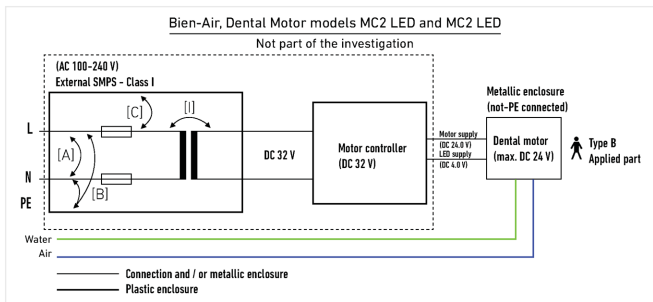

FIG. 1
Bezpieczeństwo elektryczne można stwierdzić tylko wtedy, gdy wyrób jest używany zgodnie z powyższym schematem izolacji. **RYS. 1.**
- Przy zastosowaniu zgodnie ze schematem izolacji **RYS. 1.** wyrób jest zgodny z następującymi punktami normy IEC 60601-1:
Kompatybilność elektromagnetyczna silników i kompatybilnych węży została zweryfikowana dla układu testowego reprezentującego typowe zastosowanie końcowe zgodnie ze schematem izolacji **RYS. 1.** Po zamontowaniu silnika w jednostce stomatologicznej należy sprawdzić kompatybilność elektromagnetyczną dla zastosowania końcowego.
Zalecany montaż odpowiada schematowi izolacji RYS. 1.